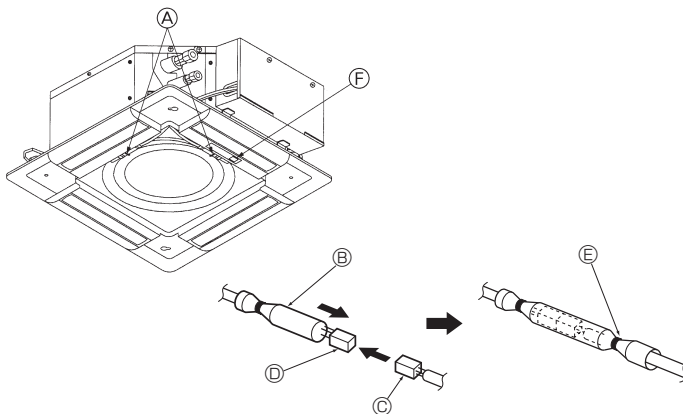

Fig. 8-8
8.3.4. Ligação do fio (Fig. 8-8)